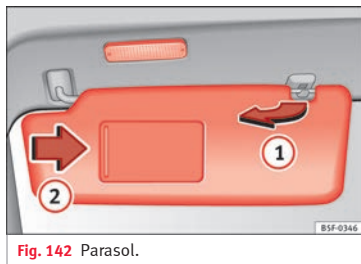

Fig. 142 Parasol.
- El parasol puede extraerse de la fijación y girarse hacia la puerta »» fig. 142 (1).